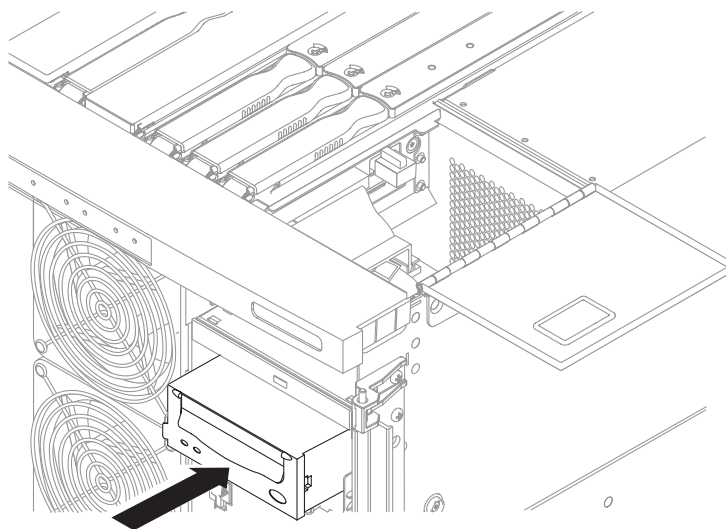

図 6-13 テープドライブのシステムへの挿入
- 新しいドライブを取り付けます。左側にある金属製のラッチがかみ合うまで、ドライブをシステムに挿入します (図 6-13)。